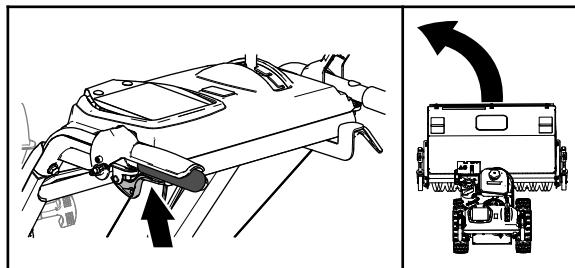

Figura 16
- Per svoltare a sinistra, premete la leva di trasmissione della trazione e premete la leva della frizione ruota sinistra (Figura 16).